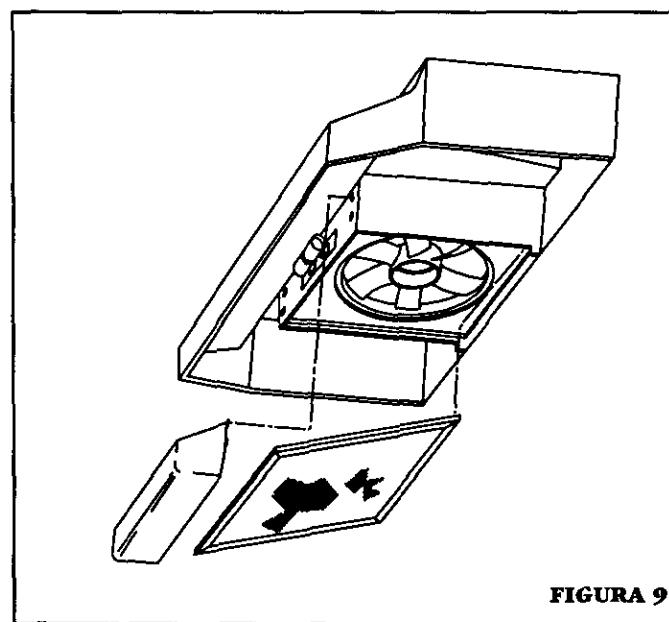

FIGURA 9
2. Refiérase a la FIGURA 9. El filtro se desliza dentro de correderas en la parte posterior de la campana, en cualquiera de los lados del compartimiento del ventilador, y calza debajo de los broches del resorte cerca de la parte delantera del compartimiento del ventilador.